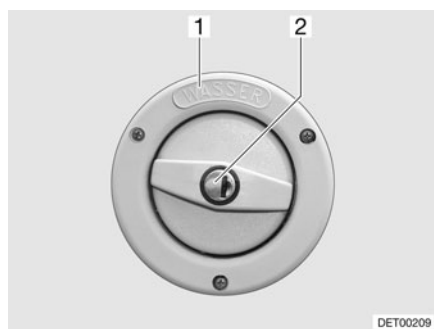

Fig. 33 Couvercle de fermeture du bec de remplissage d'eau fraîche
▷ Le bec de remplissage d'eau fraîche est désigné par l'inscription "WASSER" (eau) (Fig. 33,1).
- Insérer la clé dans le barillet (Fig. 33,2) et la tourner dans le sens inverse des aiguilles d'une montre.